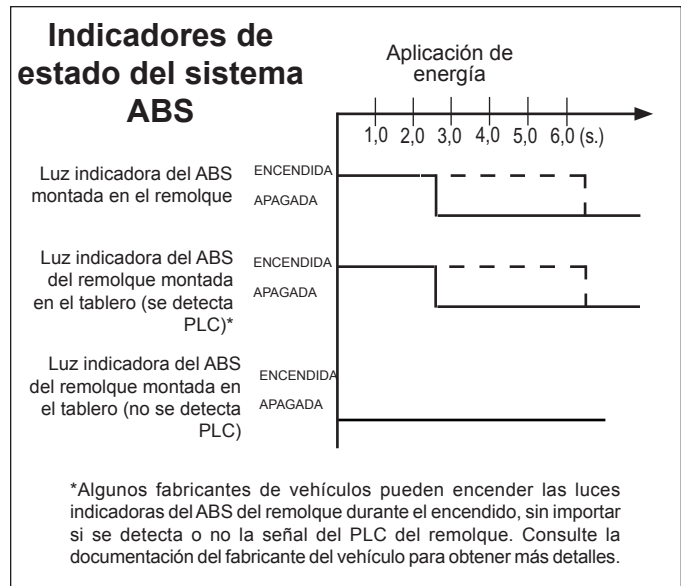

FIGURA 9 - SECUENCIA DE ENCENDIDO DE LA LUZ DEL ABS DEL REMOLQUE
Durante el encendido, si no hay códigos de diagnóstico de fallas (DTC), la luz indicadora del ABS del remolque se encenderá durante aproximadamente dos (2) a seis (6) segundos, para revisar la bombilla, y luego se apagará. Consulte la figura 9.